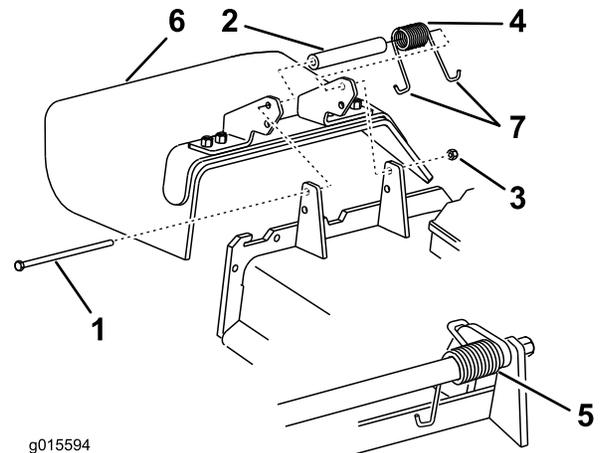

Bild 89
1. Entfernen Sie die Sicherungsmutter, Schraube, Feder und das Distanzstück, mit denen das Ablenkblech an den Drehhalterungen befestigt ist (Bild 89).
Hinweis: Achten Sie darauf, dass 1 J-förmiges Federende hinter der Mähwerkkante installiert wird, bevor Sie die Schraube wie in Bild 89 gezeigt einsetzen.
6. Führen Sie das J-förmige Hakenende der Feder um das Ablenkblech (Bild 89).